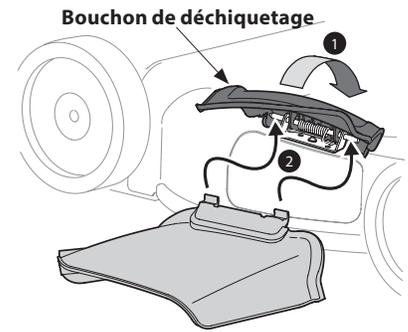

Figure 2-10
- Relevez le bouchon de déchetage qui se trouve sur le côté de la tondeuse. Voir Figure 2-10.